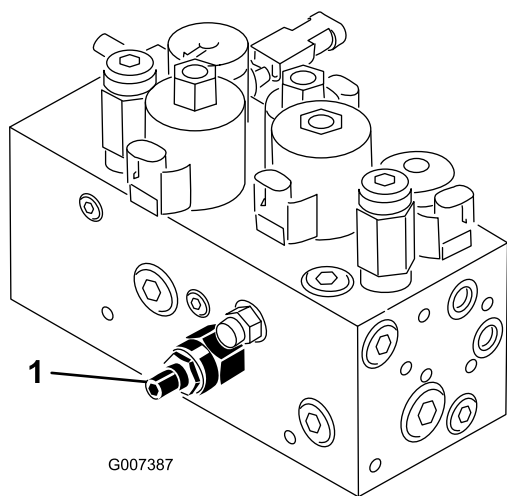

Figura 49
O circuito de elevação/descida da unidade de corte está equipado com uma válvula de regulador de caudal (Figura 49). Esta válvula é previamente configurada pelo fabricante, mas por vezes é necessário efetuar ajustes de modo a compensar diferenças na temperatura do óleo hidráulico, nas velocidades de corte, acessórios, etc. Se for necessário algum ajuste proceda da seguinte forma:
1. Levante o banco e localize a válvula de controlo do fluxo para a estrutura de tração central (Figura 49), montada do lado do coletor hidráulico